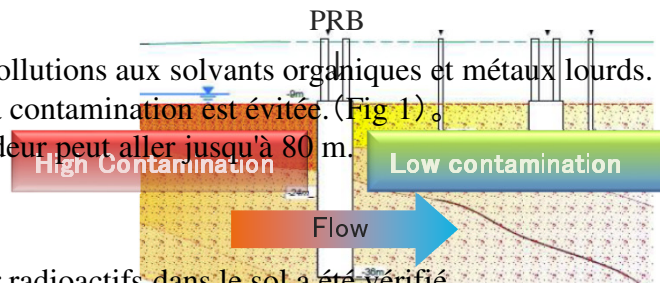

Fig.1 Permeable Reactive Principle
- ◆ Le réactif injecté dans le sol pour adsorber les matières radioactives, la diffusion de la contamination est évitée. (Fig 1).